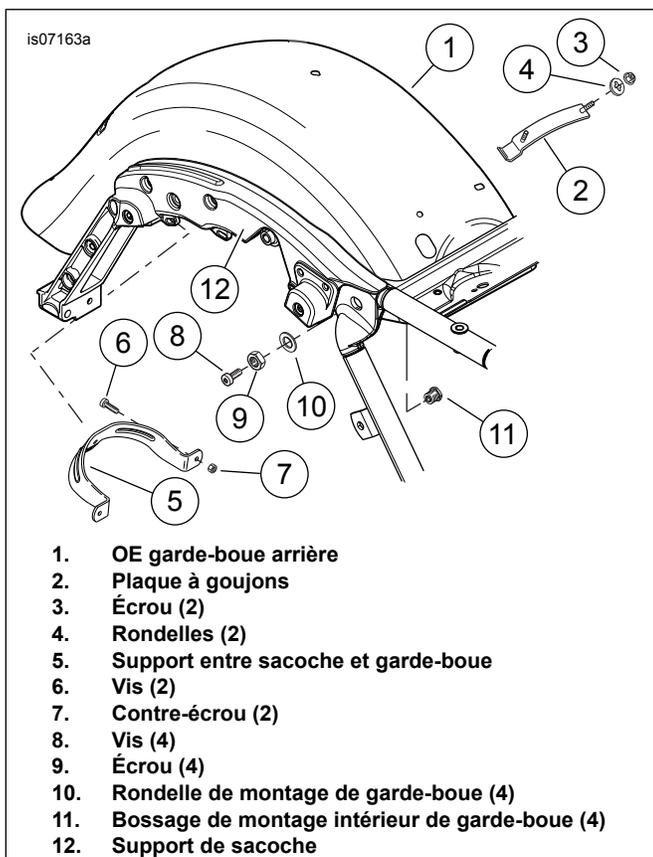

Figure 1. Retrait des pièces du garde-boue arrière
2. Voir la Figure 1. Retirez les pièces suivantes du garde-boue Équipement d'origine (OE) (1). Mettez-les de côté pour les installer ultérieurement au **nouveau** garde-boue :
- a. La plaque à goujons (2), deux écrous (3) et deux rondelles (4) à l'avant du garde-boue.
- b. Le support entre la sacoche et le garde-boue (5), deux vis (6) et deux écrous de verrouillage (7) à l'arrière du garde-boue.
- c. Supports de sacoche (12).
1. Voir la Figure 1. Installez un **nouveau** bossage de montage de garde-boue (11) à partir de l'intérieur et à travers l'un des quatre trous sur les côtés du garde-boue.
2. Placez une rondelle (10) sur le filetage du bossage et fixez-la avec un écrou (9). Serrer.